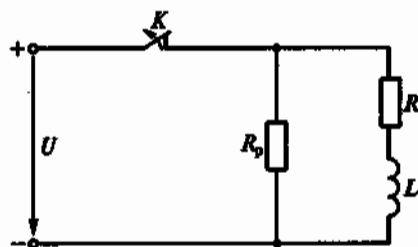

Рис. 147
4.14. Какое из приведенных выражений неверное для схемы на рис. 147, если катушка R , L , шунтированная разрядным сопротивлением R_p , отключается от источника напряжения U ?
4.15. Какую из указанных величин ограничивает разрядное сопротивление R_p в цепи на рис. 147?